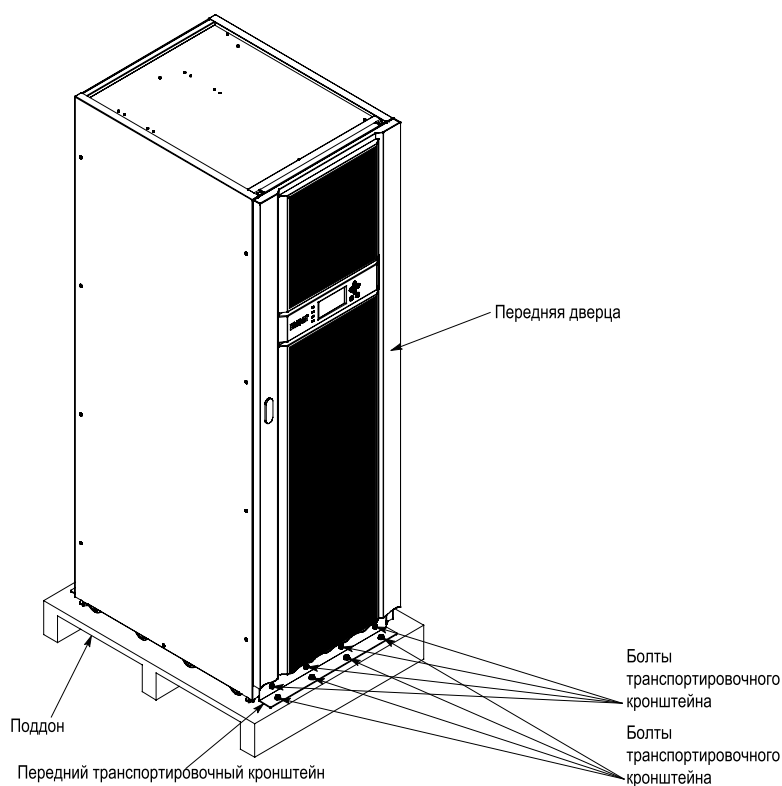

Рис. 4-1: Снятие лицевой транспортировочной скобы.
2. Извлеките четыре болта, крепящие лицевую транспортировочную скобу к шкафу, и болты, крепящие скобу к поддону (см. рисунок 4-1). Снимите лицевую транспортировочную скобу. При перманентной установке шкафа сохраните транспортировочную скобу и болты для последующего применения.
- Используя имеющиеся детали, снова прикрепите транспортировочные скобы, снятые на шагах 2 и 5, с лицевой и задней стороны шкафа ИБП таким образом, чтобы угол был направлен в наружную сторону (см. рисунок 4-1 и 4-3).